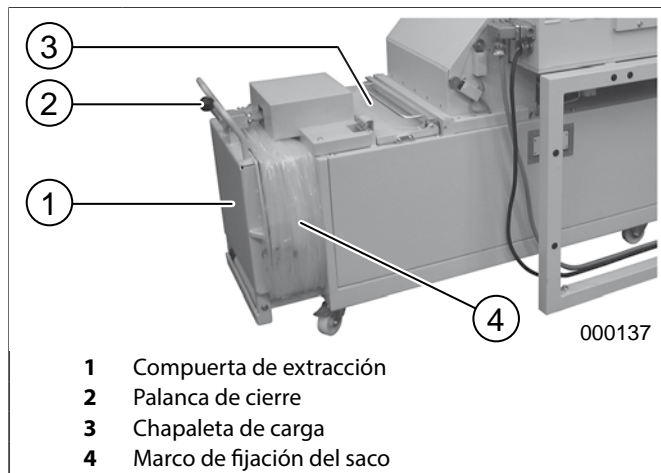

fig. 18 Abrir la compuerta de extracción
Pulsando este pulsador durante más de 2 segundos como mínimo, el punzón de prensado retrocede ligeramente y la palanca de cierre (fig. 18/2) se desplaza ligeramente hacia delante (descarga de la presión en la compuerta de extracción). La compuerta de extracción (fig. 18/1) puede ser abierta. Esta medida es necesaria cuando el compactador mantiene prensado un fardo a expulsar.
1. Abrir la chapaleta de carga (fig. 18/3).
- Cerrar la chapaleta de carga (fig. 18/3).
Abrir la compuerta de extracción (fig. 18/1):
- Pulsar el pulsador de "Abrir la compuerta de extracción" (fig. 13/2). Para la reducción de la presión en la compuerta de extracción, el punzón de prensado retrocede ligeramente y la palanca de cierre (fig. 18/2) se desplaza ligeramente hacia delante.
- Abrir la compuerta de extracción (fig. 18/1).
- Retirar el saco del marco de fijación del saco (fig. 18/4).
5. Cerrar la compuerta de extracción (fig. 18/1), y si se desea un empleo de la destructora de documentos, cerrar también la chapaleta de carga (fig. 18/3).